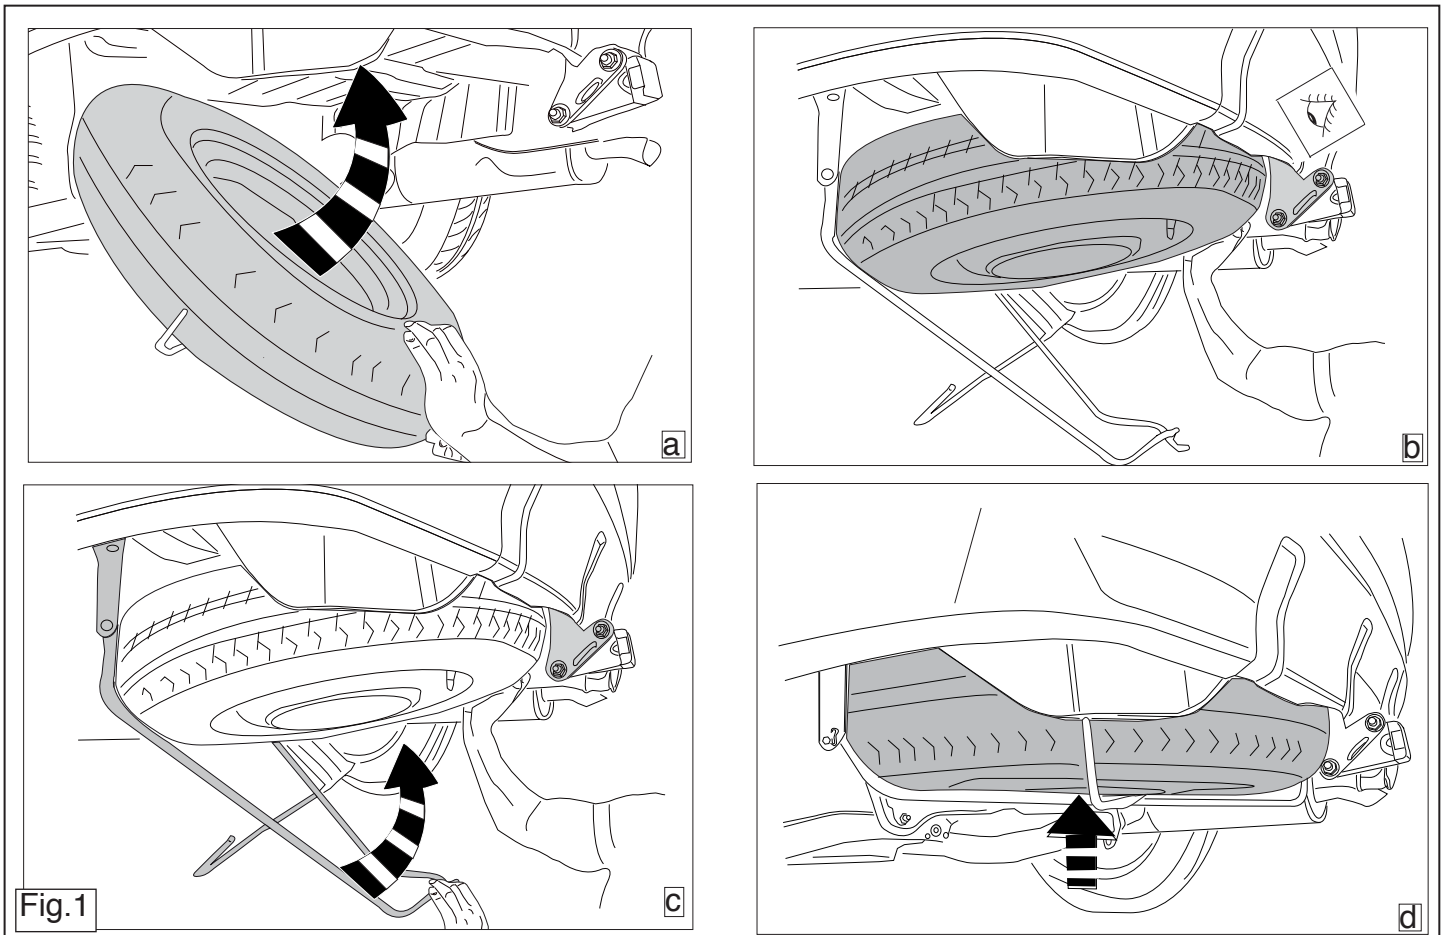

Fig.1
8. Replace the items removed in step 1 and 2. fig 1
8. Das unter Abschnitt 1 und 2 Entfernte wieder anbringen. Abbildung 1